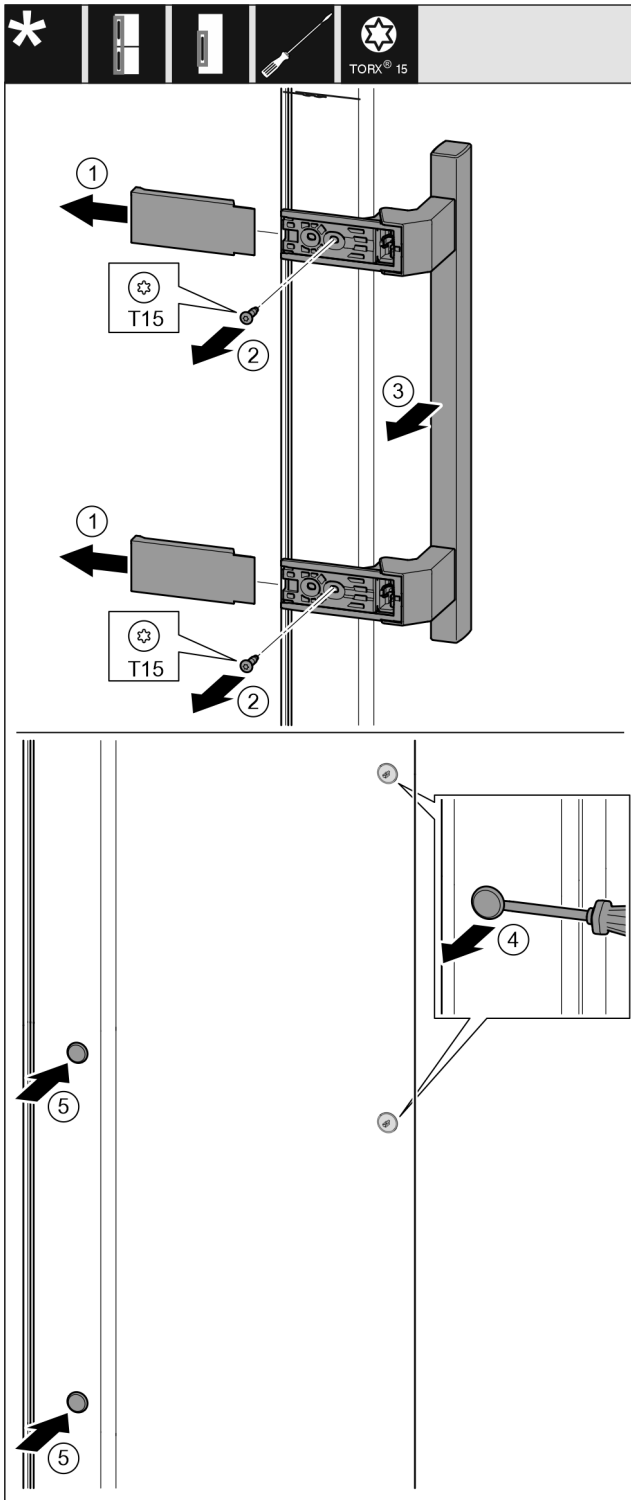

Fig. 10
- Vedä suojus irti. Fig. 10 (1)
- Kierrä ruuvit ulos Torx 15 -ruuvimeisselillä. Fig. 10 (2)
- Ota kahva pois. Fig. 10 (3)
- Nosta sivulla olevia tulpia varovaisesti uraruuvimeisselillä ja vedä irti. Fig. 10 (4)
- Aseta tulpat uudelleen toiselle puolelle. Fig. 10 (5)